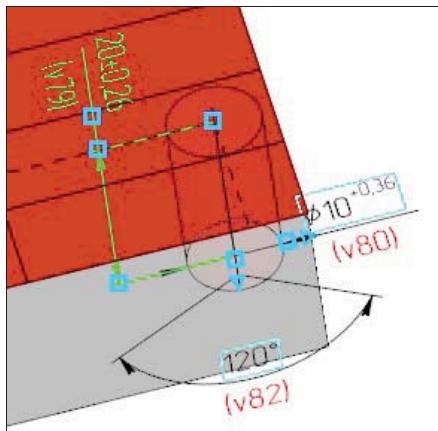

Рис. 21.18. Фантом отверстия
- ◆ в данном случае за базовые плоскости приняты ребро 1 и ребро 2, поэтому введите числовые значения в полях **Расстояние 1** — 25 и **Расстояние 2** — 18. В графической области появится фантом отверстия с заданными параметрами (рис. 21.18);